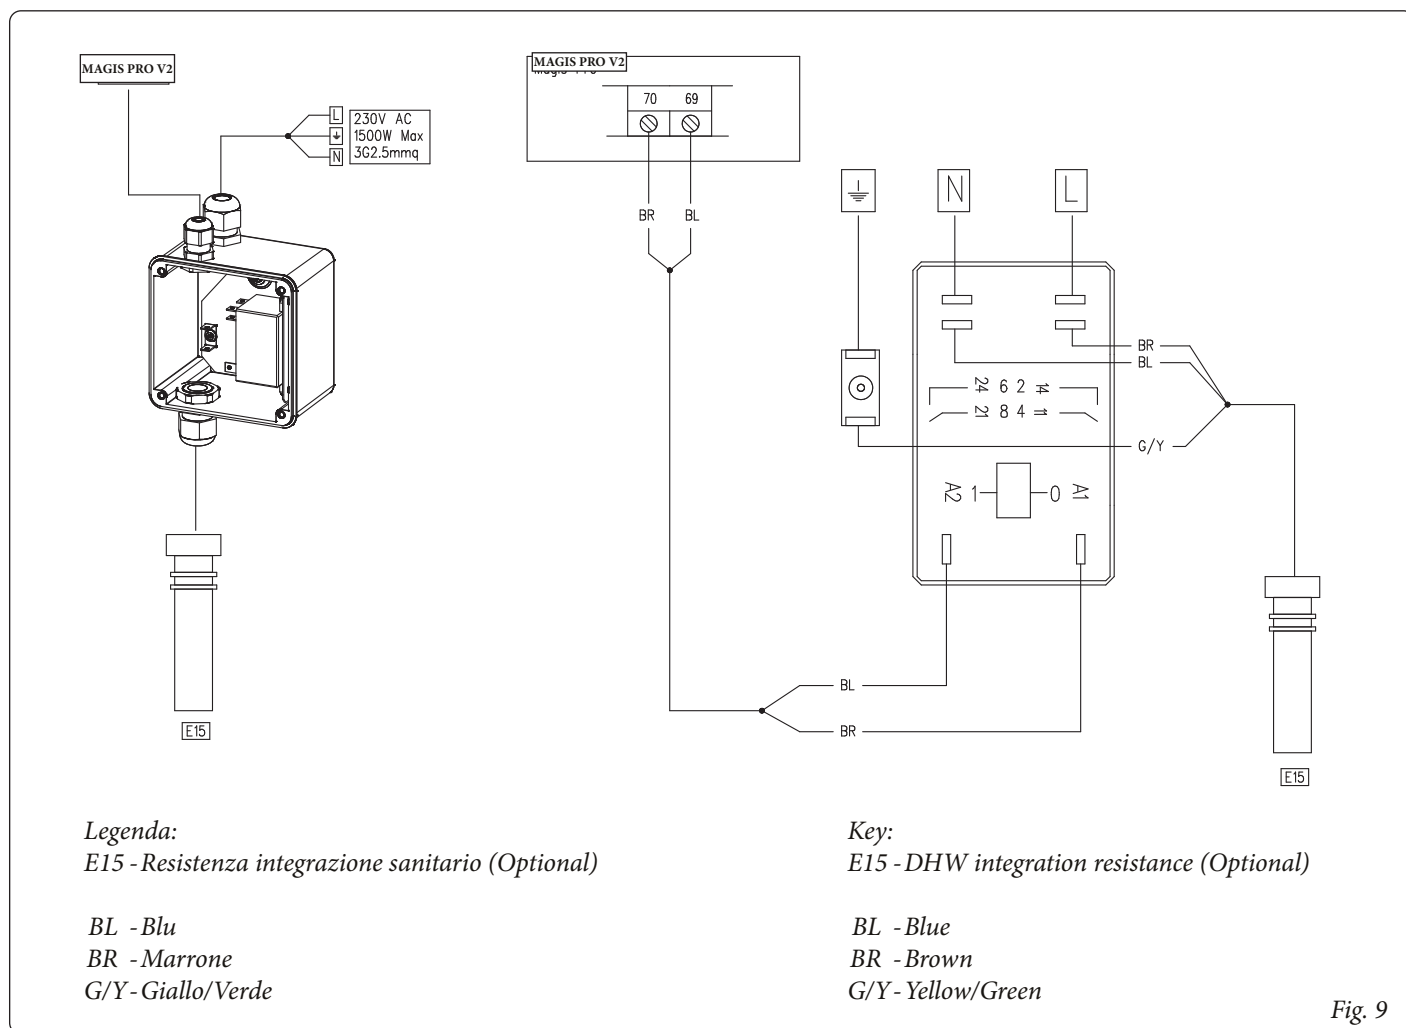

Fig. 9
- Collegare i cavi elettrici come indicato nello schema elettrico relativo (Fig. 9).
- Connect the electrical cables as indicated in the relative wiring diagram (Fig. 9).